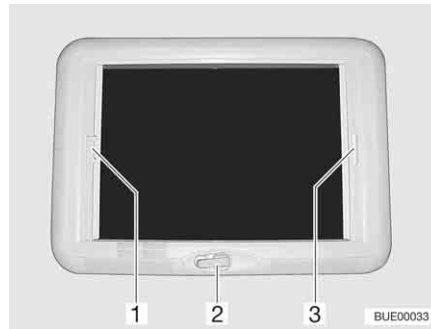

Fig. 69 Oblò a manovella
- Ruotare la manovella (Fig. 69,2) fino a quando non si incontra resistenza (angolo di apertura max. 70°).
- Tirare la tendina oscurante pieghevole per la maniglia (Fig. 69,3) e rilasciarla alla posizione desiderata. La tendina oscurante pieghevole rimane in questa posizione.
- Tirare la protezione contro gli insetti per la maniglia (Fig. 69,1) e rilasciarla alla posizione desiderata. La protezione contro gli insetti rimane in questa posizione.